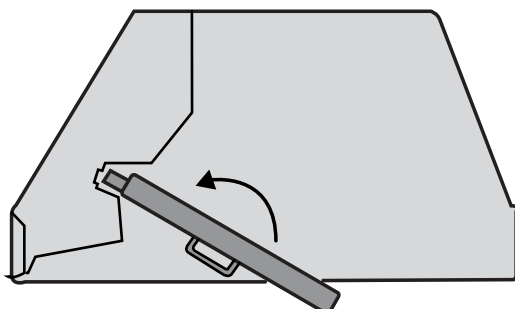

Figure 12
- Inclinez et insérez une extrémité d'un des filtres dans le montant supérieur de la hotte de cuisine (voir la figure 12).